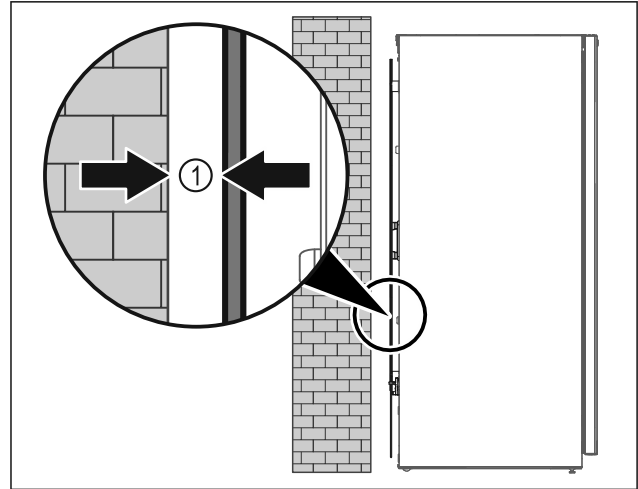

Fig. 9
- Posizionare l'apparecchiatura in un punto a piacere del locale (libera installazione) oppure addossato a una parete a una distanza minima di 5 mm Fig. 9 (1).